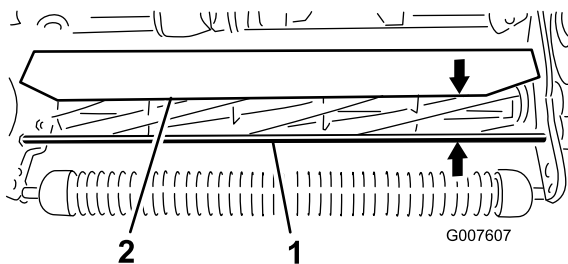

Рисунок 52
1. Измерьте расстояние от верха переднего несущего стержня до переднего края щитка на каждой стороне режущего блока (Рисунок 52).